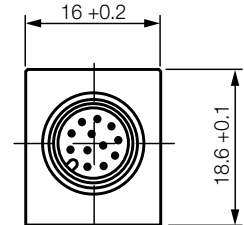
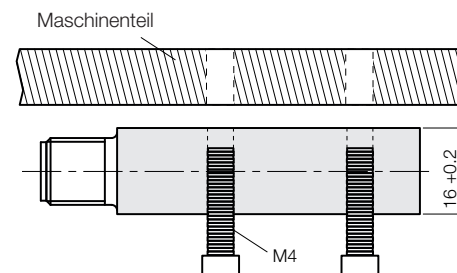
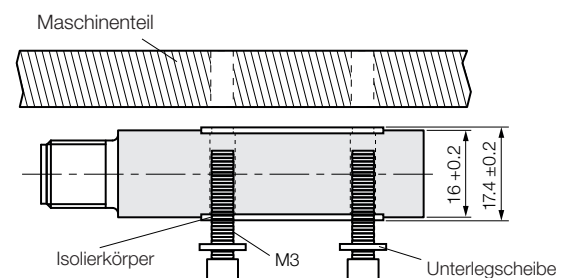

Bild 3-1: BML SGA-..., Aufbau
Bild 4-4: Sensorkopf (ohne Isolierkörper) montieren
Bild 4-5: Sensorkopf mit Isolierkörper montieren
3. Den Sensorkopf unter Berücksichtigung der Abstände und Toleranzen (siehe Kapitel 4.3.3 auf Seite 11 und Kapitel 4.3.4 auf Seite 12) mit seiner rechten oder linken Seite am Maschinenteil befestigen (siehe Bild 3-1 auf Seite 7 und Bild 4-4 bzw. Bild 4-5).